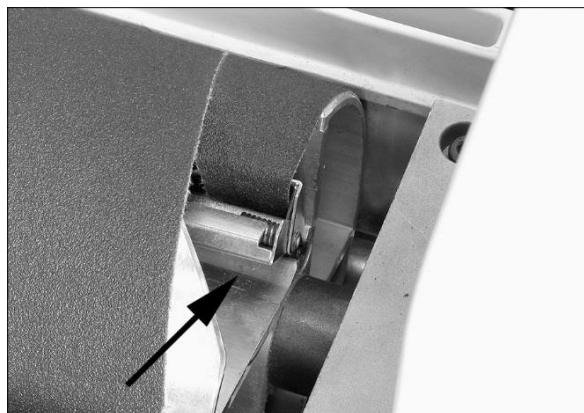

Рис. 5-9
5. Прижмите внутренний затягивающий рычаг (Рис. 5-9) и вставьте задний конец ленты до конца насколько это возможно. При необходимости отрежьте клиновидный конец абразивной ленты.